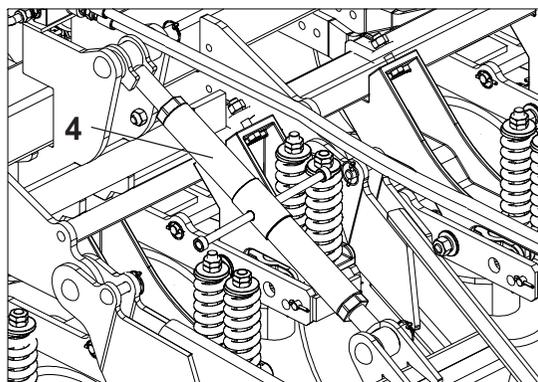

FIGURA 22
2 - Com a semeadora abaixada, verifique se está nivelada em relação ao solo, caso contrário, nivele-a através do regulador (4) do cabeçalho, conforme mostra a figura 22.